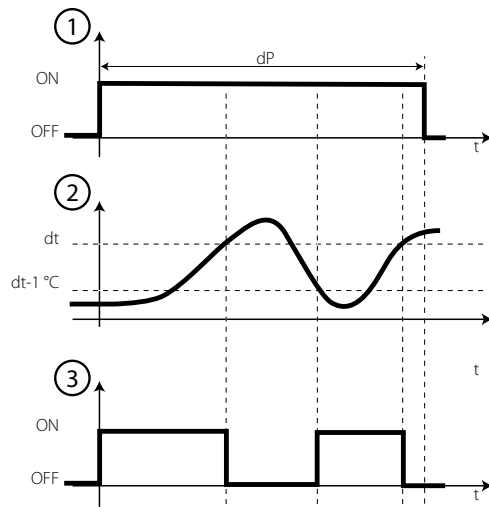

Fig. 4.g
- Zeitabhängig bei elektrischer Abtattung mit Temperaturregelung; für eine programmierbare Zeit: der Abtattausgang wird nur aktiviert, wenn die Temperatur unter der Schwelle für Abtattende liegt, was Energieeinsparung und eine Abtattung des Verdampfers auch unter extremen Bedingungen garantiert (siehe Fig. 4.g).